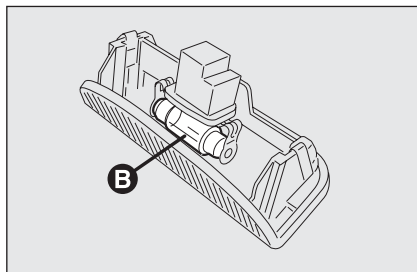

fig. 41
- ☐ sustituya la lámpara **B-fig. 41** soltándola de los contactos laterales asegurándose que la nueva lámpara esté bloqueada correctamente entre los mismos contactos;